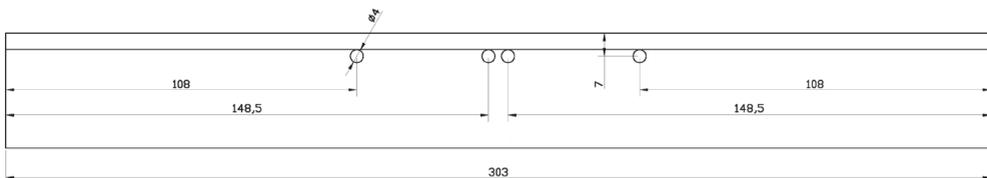

Fig. 3
3) Per una maggiore facilità di lavorazione, è consigliabile realizzarne due alla volta, pertanto: tagliare un segmento di barra ad "L" della lunghezza di mm 303. I 3 mm in eccesso ( $150+150+3=303$ ) tengono conto dello spessore del materiale asportato dalla lama della troncatrice o dal disco abrasivo del flessibile quando separeremo i due chiodi. Lavorazione da eseguirsi sull'ala da 35 mm. Punzonare alle misure indicate e realizzare i fori da 4 mm costituenti i raccordi dei tagli trasversali e longitudinali (Fig.3).